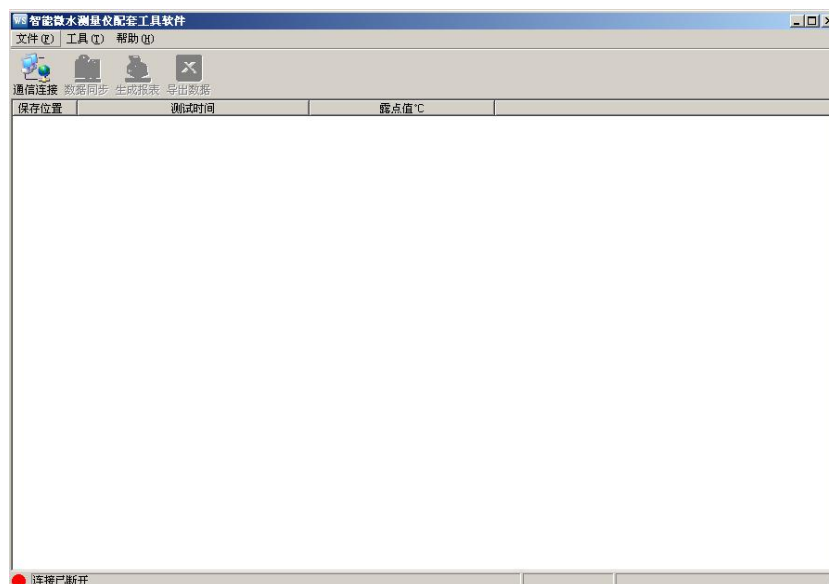

图 26 连接已断开
(9) 断开连接后，列表清空，状态栏对应图标变成红色，状态栏提示显示为“连接已断开”，如图 26 所示。